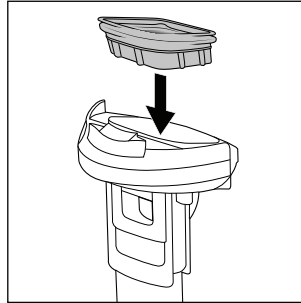

Fig. 28
- ♦ Cuando las piezas estén secas, vuelva a montar el filtro **10** en la tapa del depósito de agua sucia **9** (consulte la fig. 28).